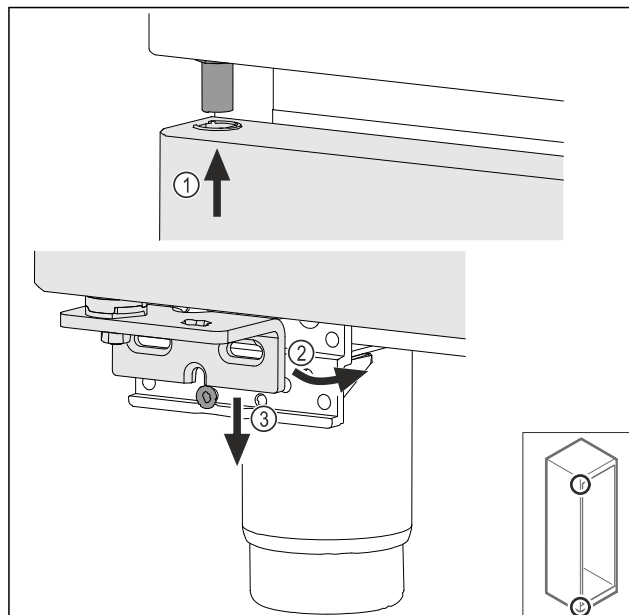

Fig. 34
- Introducir la puerta ligeramente inclinada en la parte superior Fig. 34 (1), alinear la puerta para que quede recta Fig. 34 (2) y colocarla en la parte inferior del tornillo de soporte de cojinetes Fig. 34 (3).